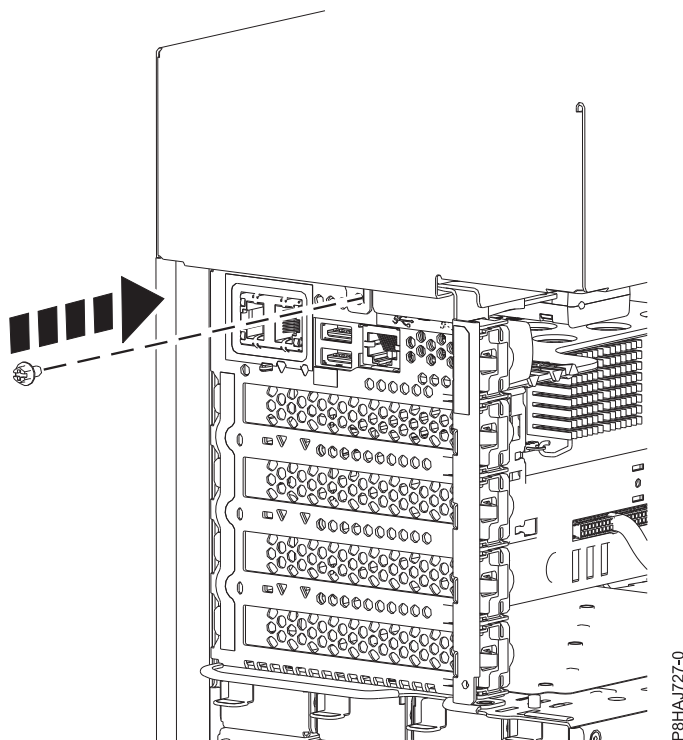

Figura 41. Instalar o parafuso da tampa lateral do 8286-41A
5. Instale o parafuso da parte posterior da tampa lateral com uma chave Phillips conforme demonstrado na Figura 41 na página 56.